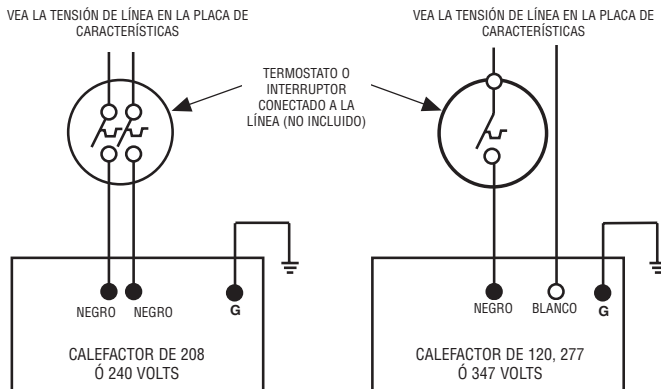

Figura 3
- Realice las conexiones de cables de acuerdo con la Figura 3 y las instrucciones de cableado. El calefactor debe estar debidamente conectado a tierra como precaución contra un posible choque eléctrico. Use una caja de conexiones debidamente conectada a tierra para conectar el calefactor a la fuente de alimentación.
- Conecte los cables de conexión de los paneles calefactores a los cables de conexión de la fuente de alimentación (vea la Figura 3 y las instrucciones de CONEXIONADO). El calefactor debe estar debidamente conectado a tierra como precaución contra un posible choque eléctrico.
3. Inserte el panel calefactor a través de la abertura (vea la Figura 7) y haga las conexiones de cables (vea la Figura 3 y las instrucciones de CONEXIONADO). El calefactor debe estar debidamente conectado a tierra como precaución contra un posible choque eléctrico. Use una caja de conexiones debidamente conectada a tierra para conectar el calefactor a la fuente de alimentación.